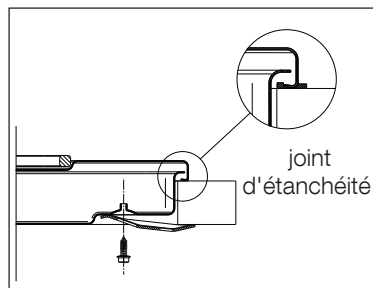

Fig.9
- fixez la table au meuble à l'aide des pattes de serrage prévues à cet effet (Fig. 9). Les pattes de serrage se trouvent dans l'emballage des injecteurs fournis avec la table. La traction exercée par les vis est suffisante pour tracer un sillon dans le joint d'étanchéité, que l'on pourra aisément enlever.